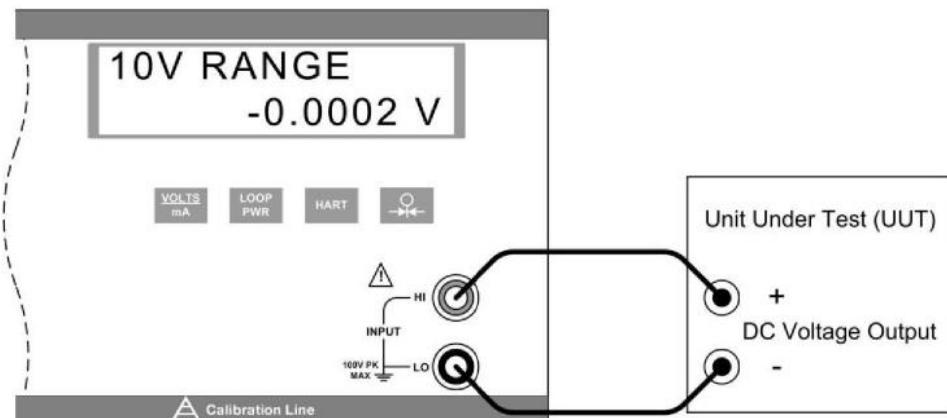

图 17 - 隔离直流电压输入连接
- c) 将待测试设备连接到 CED 7000 的隔离电压/电流输入端子，如图 17 所示。